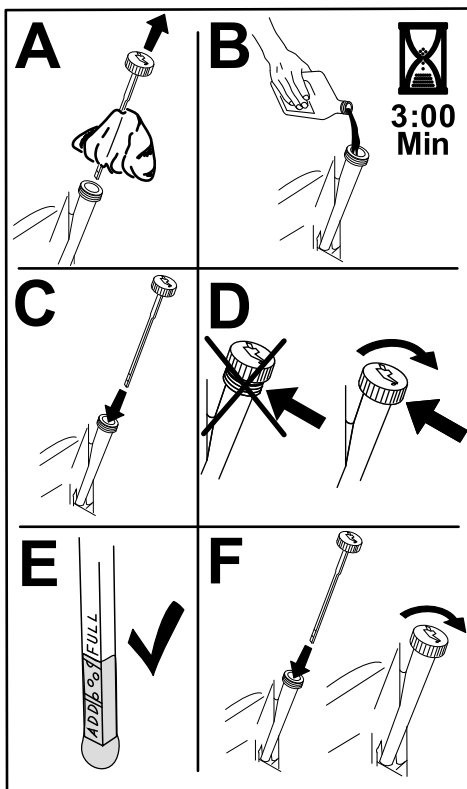

Figure 35
6. Versez lentement environ 80 % de l'huile spécifiée dans le tube de remplissage, puis faites l'appoint lentement jusqu'à ce que le niveau atteigne le repère maximum (Full) (Figure 35).